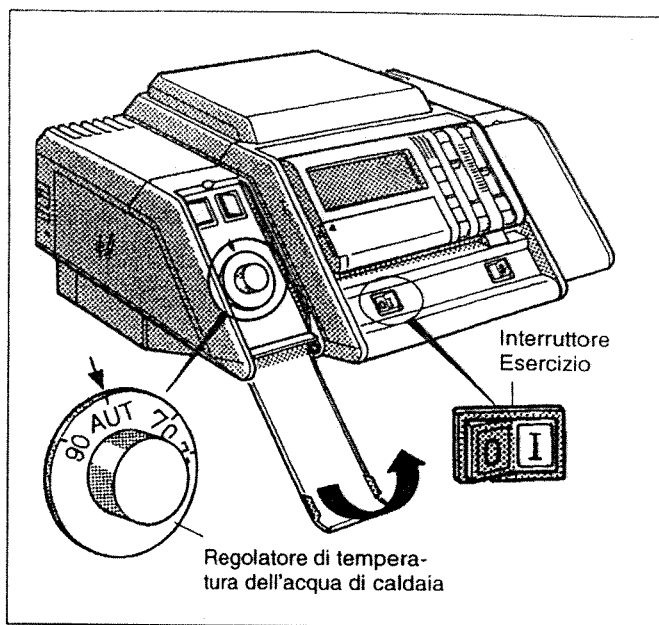

Fig. 1 Messa in esercizio
- Aprire verso il basso lo sportellino sinistro dell'apparecchio di regolazione (Fig. 1).
- Regolare l'interruttore di esercizio (Fig. 1) sulla posizione I (ON).
- Posizionare il regolatore di temperatura dell'acqua di caldaia (Fig. 1) su "Aut".
- Richiudere lo sportellino sinistro dell'apparecchio di regolazione (Fig. 1).